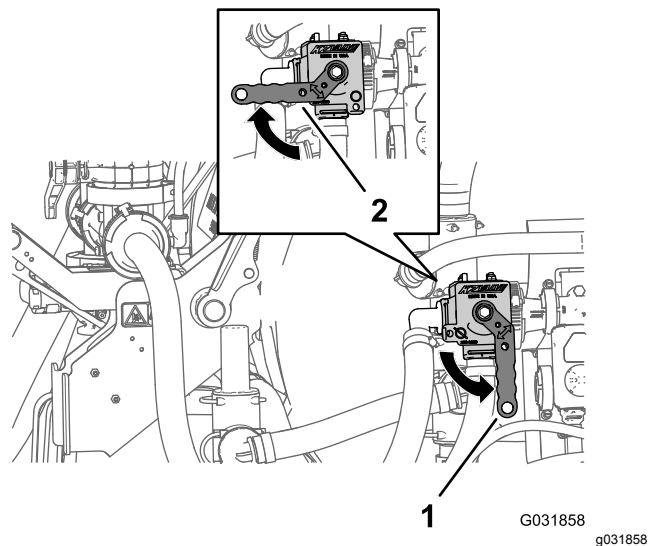

图 248
4. 逆时针旋转手柄至打开位置打开清洁加药器的液体切断阀 图 248。
注意 要关闭清洁加药器的液体流动应顺时针旋转液体切断阀手柄 90 度至关闭位置 图 248。